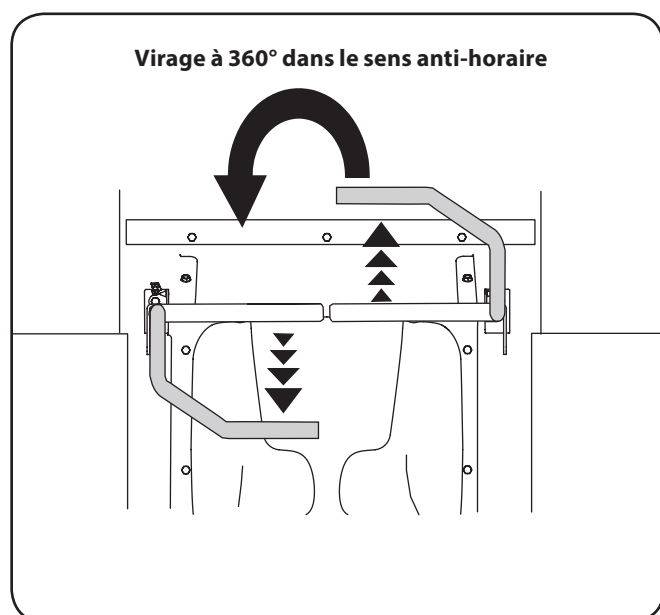

Figure 5-9
3. Pour tourner dans le sens anti-horaire, poussez la barre de conduite droite vers l'avant et tirez la barre de conduite gauche vers l'arrière. Voir Figure 5-9.